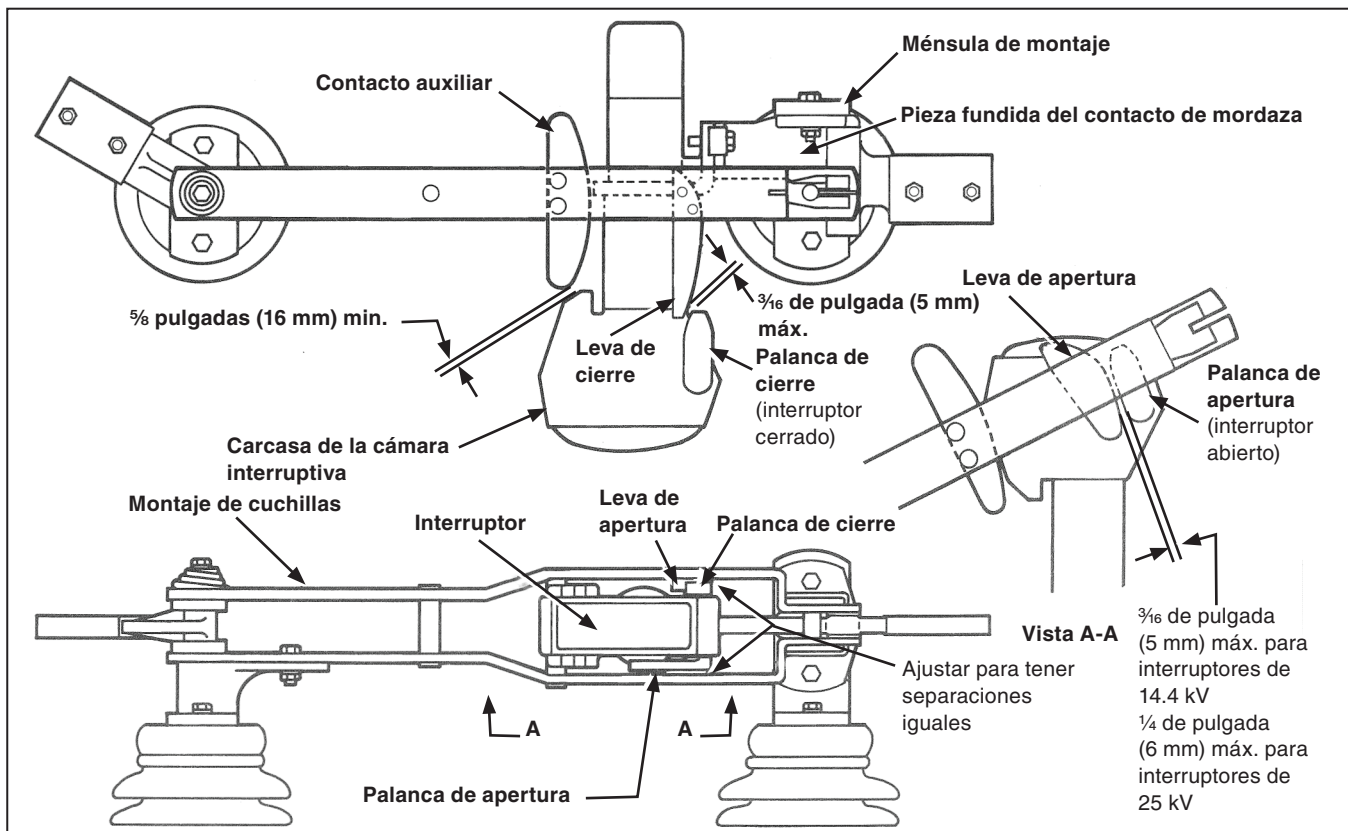

Figura 22. Puntos de revisión de la operación.
- La cámara interruptiva debe estar en un plano paralelo al barrido de las cuchillas, y las cuchillas deben pasar la cámara interruptiva con una distancia aproximadamente igual en ambos lados según lo mostrado en la Figura 22.
- Conforme la cuchilla se mueve en la dirección de *cierre*, la distancia entre la palanca de apertura de la cuchilla y la palanca de apertura de la cámara interruptiva debe estar dentro del límite mostrado en la Figura 22, Vista A-A.
- En la posición **Cerrado** completamente, la distancia entre la palanca de cierre de la cámara interruptiva y la leva de cierre de la cuchilla debe estar dentro del límite mostrado en la Figura 22. Además, la distancia entre el contacto auxiliar de la cuchilla y la carcasa de la cámara interruptiva debe ser como se muestra en la Figura 22.